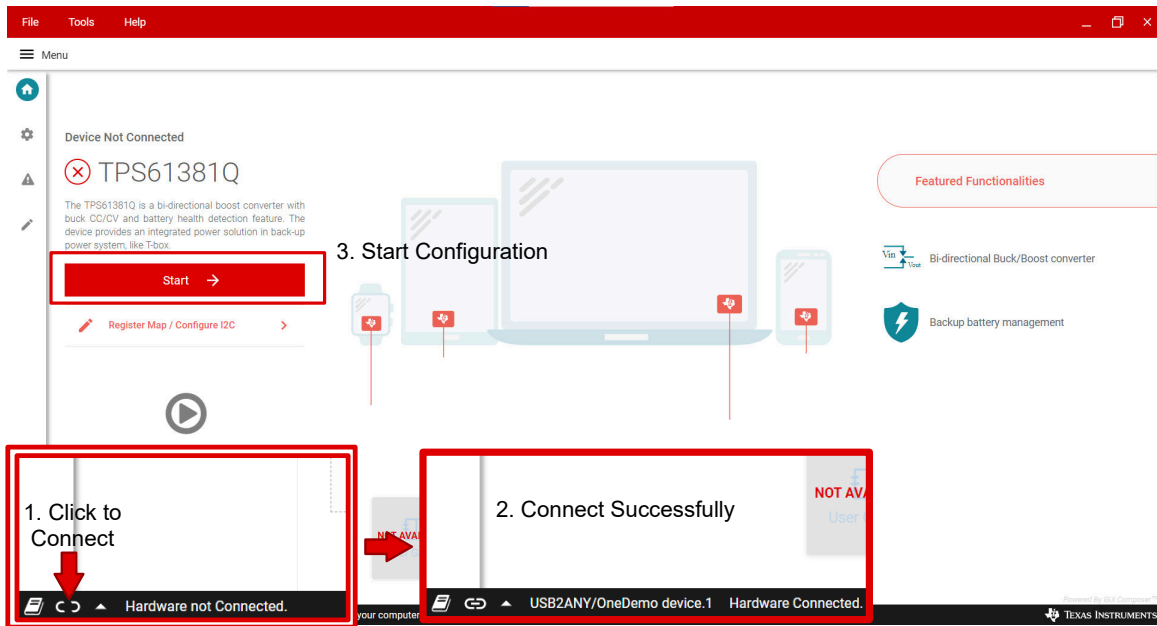

图 3-2. GUI 连接和启动
3. 单击底部栏上的连接按钮，如 图 3-2 所示。GUI 和器件连接后，GUI 读取所有寄存器，并显示一条通知。